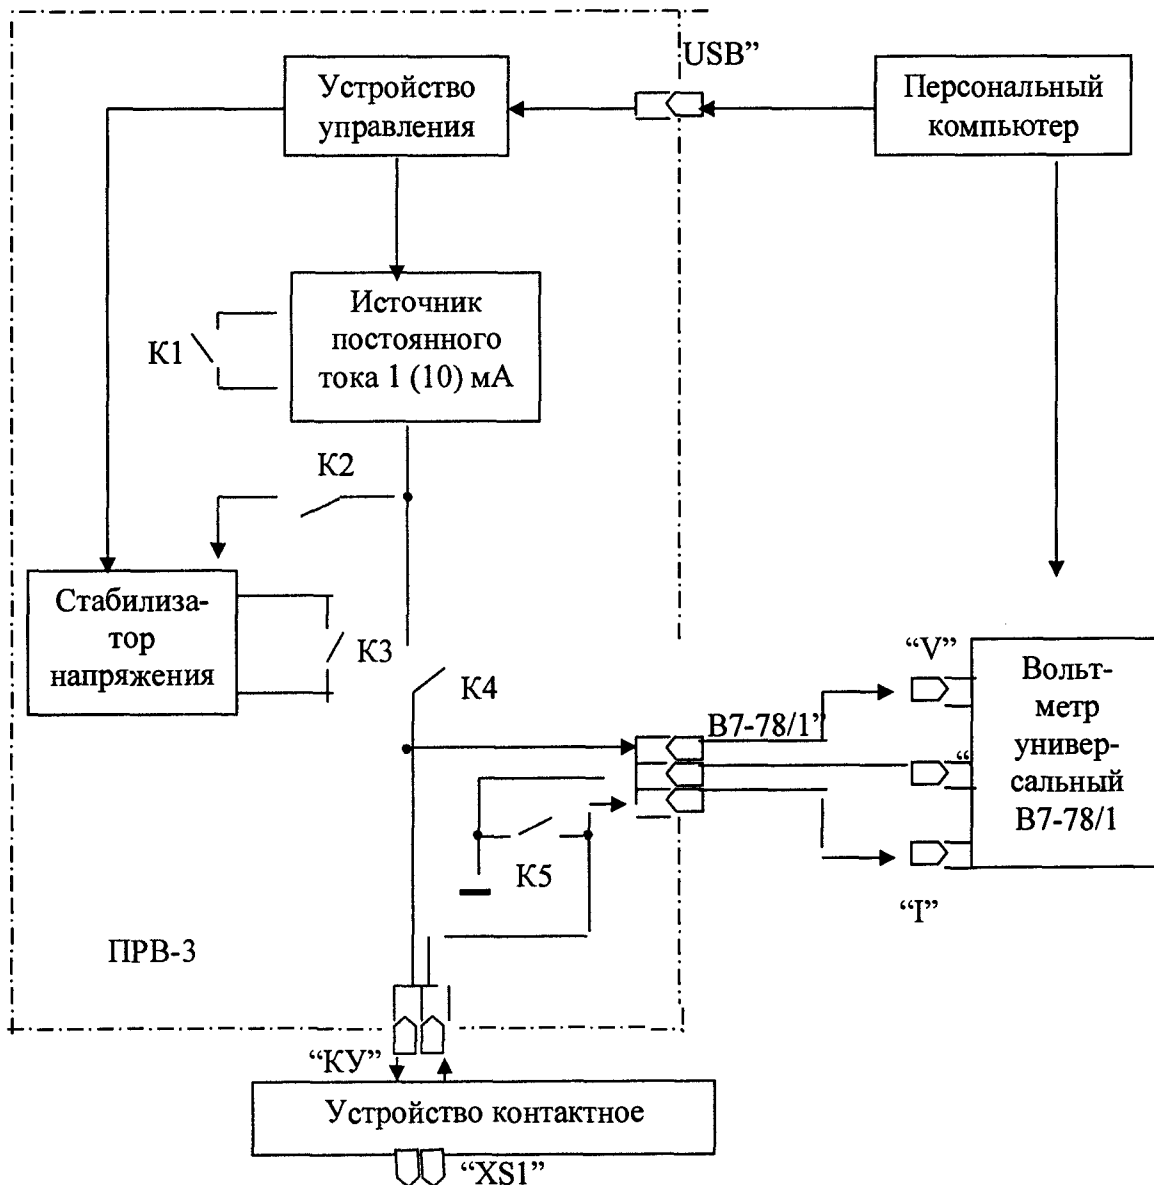

Рисунок 2.2-1 - Структурная схема установки УРВ-3
4.1 Структурная схема установки УРВ-3 показана на рис. 2.2-1. Прибор ПРВ-3 содержит генератор тока 1 (10) мА, стабилизатор напряжения параллельного типа, реле К1 – К5, а также схему управления, преобразующую команды компьютера (ПК) в сигналы управления реле и стабилизатором напряжения. ПК соединяется с прибором ПРВ-3 и вольтметром В7-78/1 через USB интерфейс.